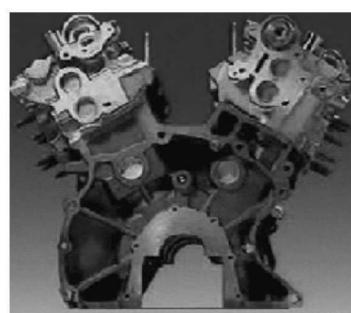

图 1-1-2 V 形发动机
- (2) 双列发动机：V型发动机（图 1-1-2）、水平对置式发动机。